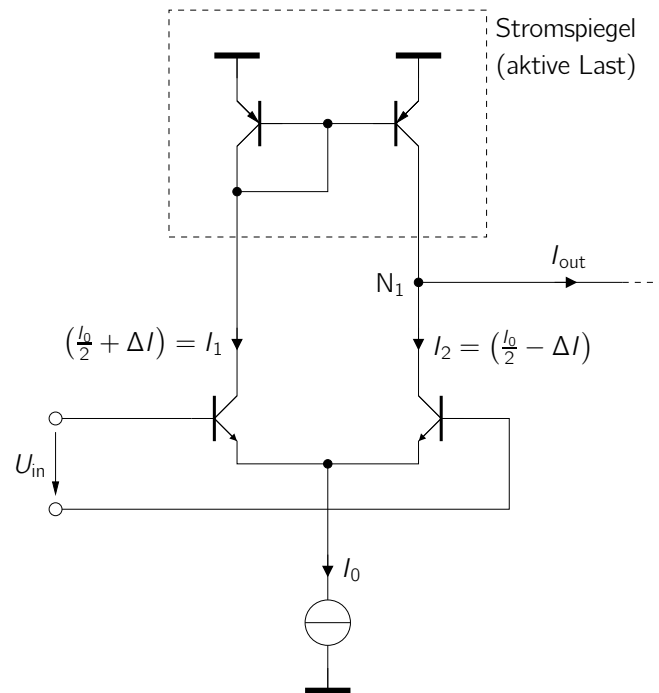

Abbildung 3.7: Differenzverstärker mit einer aktiven Last, durch die der Ausgangsstrom  $\Delta I$  einer Seite verdoppelt wird.
Die aktive Last arbeitet wie ein Stromspiegel. Wenn sich aufgrund einer Differenzspannung am Eingang der Strom zwischen den Zweigen um den Wert  $\Delta I$  um den Ruhewert  $\frac{I_0}{2}$  verschiebt, ändert sich der Ausgangsstrom um den doppelten Wert ( $2\Delta I$ ). Dies ergibt sich durch einfache Anwendung der Kirchhoffschen Knotenregel (Summe aller Ströme in einem Knoten) am Knoten  $N_1$  in Abb. 3.7.
Die gesamte Treiberstufe stellt einen sogenannten AB-Verstärker dar. Dieser besteht aus einer Vorspannungserzeugung und der eigentlichen Gegentaktendstufe. Der Ausgangsstrom der Differenzstufe wird mit Hilfe des PNP-Transistors  $T_9$  (vgl. Abb. 3.8) in ein Spannungssignal umgesetzt. Je nach Höhe des Eingangssignals  $I_{in}$  (=Ausgangsstrom  $I_{out}$  in Abb. 3.7) ändert sich der Ausgangsstrom von  $T_9$  und erzeugt in Verbindung mit dem konstanten Arbeitspunktstrom  $I_0$  (Abb. 3.7) eine von der Signalamplitude abhängige Spannungsänderung  $U_{CE,T_9}$  am Transistor  $T_9$ .
- Zeigen Sie mit Hilfe von Abb. 3.7, dass der Ausgangsstrom am Knoten  $N_1$  mit aktiver Last stets verdoppelt wird.